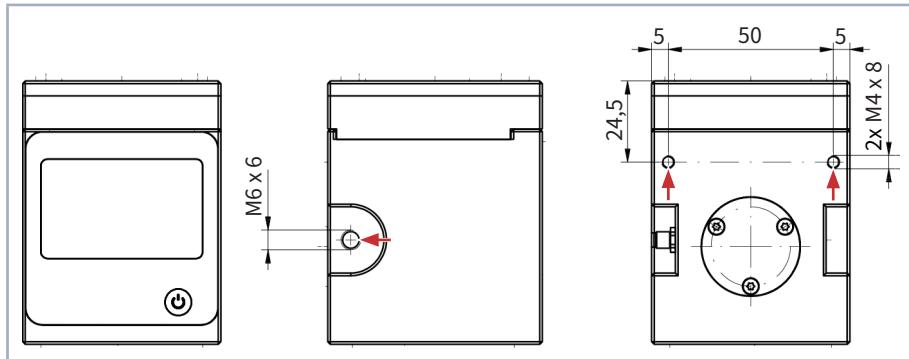

図8.3 Cube Mハウジングへの取り付け穴
2. 17ページ図8.3に示すように、取り付けねじでデバイスを取り付けます。
3. 取り付け穴から取り付けねじを外します(17ページ図8.3を参照)